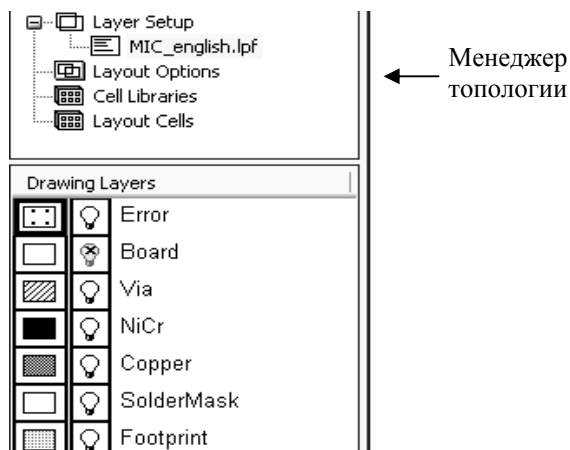

Рис. 4.1
4. Выделите файл **MIC\_english.lpf** и нажмите **Открыть**. Окно менеджера топологии будет выглядеть, как показано на рис. 4.1. Слои в нижней части окна менеджера топологии отображаются в том случае, если на рабочем поле открыто окно схемы.